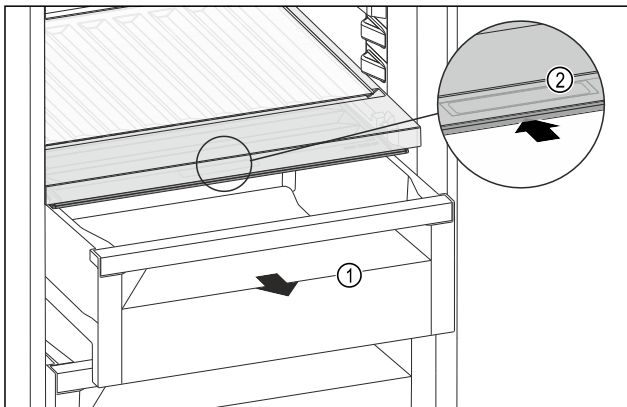

Fig. 215
- Schubfach Fig. 215 (1) herausziehen.
- Griffmulde Fig. 215 (2) am Fachdeckel anfassen und Fachdeckel gleichzeitig nach hinten schieben.